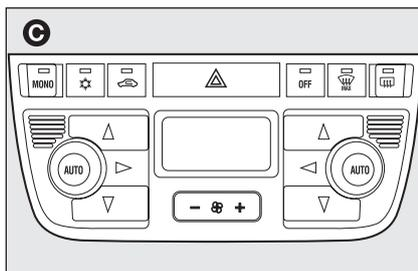

fig. 6
- avec climatiseur automatique bi-zone **C-fig. 6**.